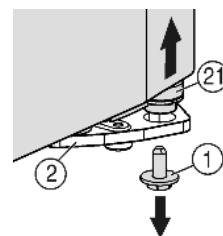
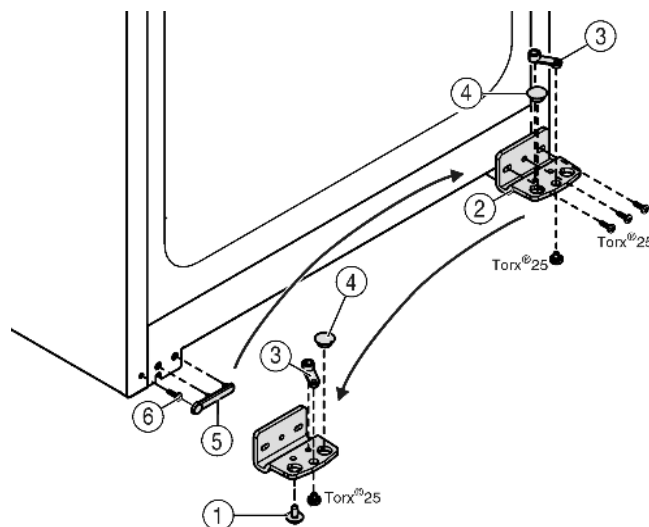

Fig. 5
Fig. 6
- Skru sikringskruen Fig. 5 (1) ud nede til højre ved lejekonsollen.
- Lejebolten Fig. 5 (21) løsner sig fra lejebukken Fig. 6 (2).
- Hvis lejebolten Fig. 5 (21) ikke løsner sig, trykkes den ud nedefra.
- ▶ Lejekonsollen *Fig. 6 (2)* skrues af.
- ▶ Lejedelen *Fig. 6 (3)* skrues af og sættes i det overfor liggende hul i lejekonsollen, skru så fast igen.
- ▶ Tag proppen *Fig. 6 (4)* ud af lejekonsollen og flyt den over til hullet i lejekonsollen på den modsatte side.
- ▶ Løft forsigtigt afdækningen *Fig. 6 (5)* på håndtagssiden.
- ▶ Drej skruen *Fig. 6 (6)* ud og sæt den i igen på den modsatte side.
- ▶ Sæt afdækningen *Fig. 6 (5)* på igen.
- ▶ Lejekonsollen *Fig. 6 (2)* skrues fast igen på den nye hængselside om nødvendigt ved hjælp af en akkuskrueetrækker (med 4 Nm).
- ▶ Drej sikringsskruen *Fig. 5 (1)* ind i lejebolten forned og spænd den fast (med 4 Nm).